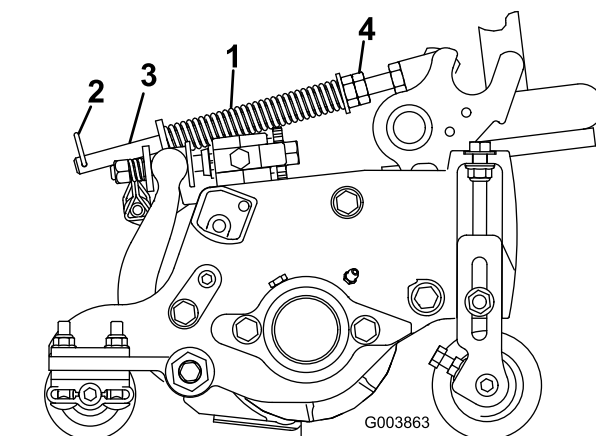

Figura 22
1. Verificate che la coppiglia sia montata nel foro posteriore dell'asta della molla (Figura 22).
2. Serrate i dadi esagonali sul lato anteriore dell'asta della molla, finché la lunghezza compressa della molla non è di 15.9 cm (Figura 22).